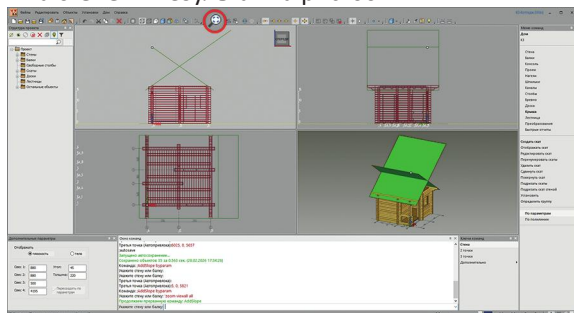

рис. 60
3. Для удобства работы впишите изображение во все видовые окна при помощи щелчка *правой* кнопкой мыши по кнопке . Затем аналогично **скату 1** постройте **скат 2** на **стене В**. Результат на рис. 60.